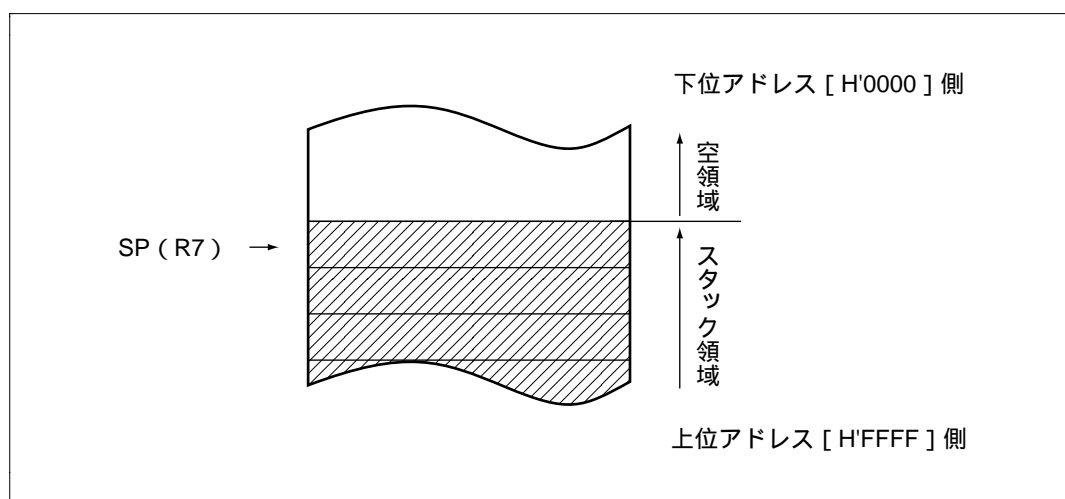

図 2.2 スタックの状態
レジスタ R7 には、汎用レジスタとしての機能に加えて、スタックポインタ (SP) としての機能が割り当てられており、例外処理やサブルーチンコールなどで暗黙的に使用されます。このとき、SP は常にスタック領域の先頭を指しています。スタックの状態を図 2.2 に示します。